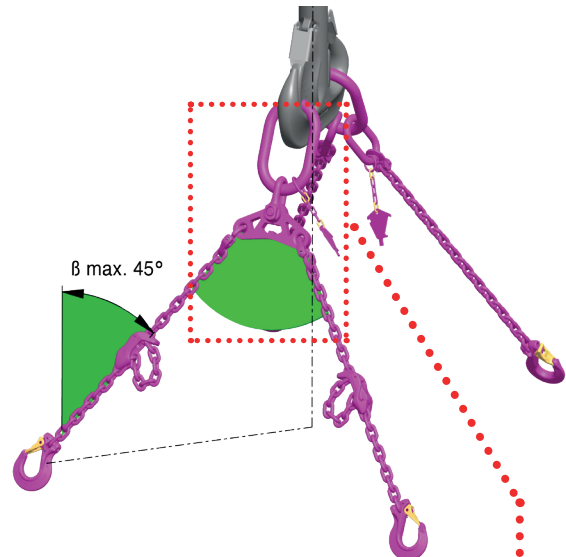

Fig. 19 : Angle d'inclinaison max. $\beta = 45^\circ$
- Veillez à ce que l'angle d'inclinaison β ne soit pas supérieur à 45° (voir fig. 19 et 20).